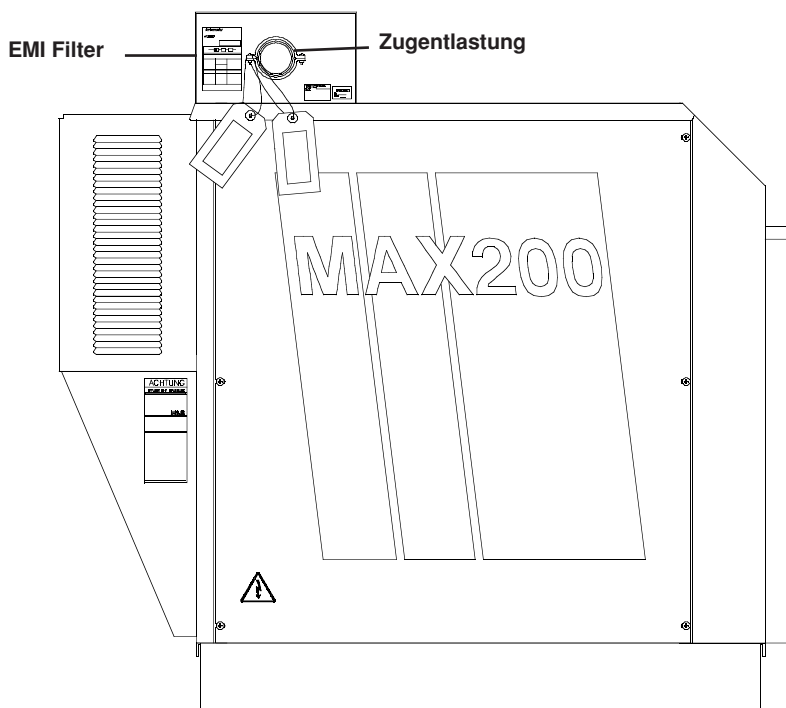

Abbildung a-1 MAX200 Stromquelle mit EMI Filter – Seitenansicht
1. Elektromagnetischen Interferenz-Filter an der Rückseite der Stromquelle anbringen (siehe Abb. a-1).
3. Das Netzkabel durch die Zugentlastung einführen (siehe Abb. a-1).